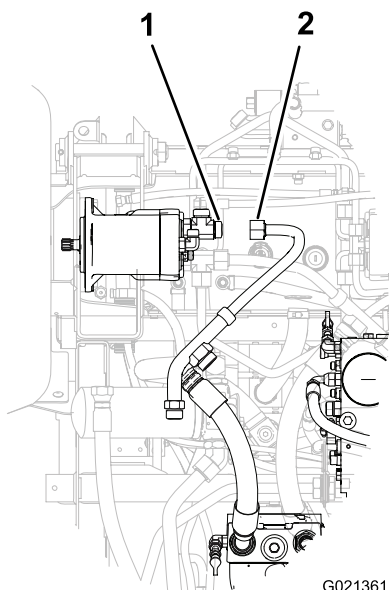

Figure 6
1. Retirez l'écrou-raccord du tube de diviseur sur le raccord en T du moteur de traction avant droit, et déposez le tube de la machine (Figure 6).